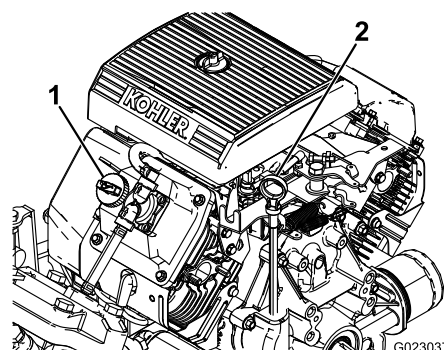

Figura 42
2. Togliete l'asta di livello ed asciugatela con un panno pulito (Figura 42). Inserite l'asta di livello nel tubo e verificate che sia inserita a fondo. Rimuovete l'asta e controllate il livello dell'olio.
3. Se il livello dell'olio è basso, togliete il tappo di rifornimento dal coperchio della valvola (Figura 42) e versate dell'olio fino a portarne il livello al segno di pieno sull'asta. Versate l'olio lentamente, controllando spesso il livello durante questa operazione. Non riempite troppo.
8. Versate lentamente circa l'80% della quantità indicata d'olio nel bocchettone di rifornimento (Figura 42).